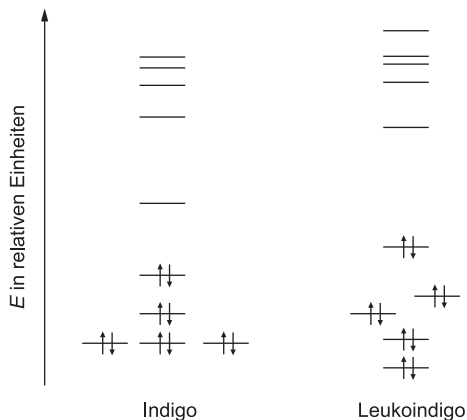

Abb. 4: Ausschnitte aus den MO-Schemata von Indigo und Leukoindigo
- 2 Interpretieren Sie die Absorptionsspektren von Indigo und Leukoindigo (Abb. 3). Beurteilen Sie, ob sich die beiden MO-Schemata (Abb. 4) mit den Absorptionsspektren decken. (M 1) 8
Zur Erklärung der Farbunterschiede von Indigo und Leukoindigo können folgende Molekülorbital-Schemata (Abb. 4) herangezogen werden.
Durch die Absorption von Licht wird ein Elektron aus dem höchsten besetzten Molekülorbital (= HOMO) angeregt, in das energetisch nächsthöher liegende freie Molekülorbital (LUMO) zu springen. Erfolgt diese Anregung durch elektromagnetische Wellen mit einer Wellenlänge im sichtbaren Bereich, erscheint der Stoff farbig. Der energetische Abstand zwischen HOMO und LUMO ist gemäß Abb. 4 bei Leukoindigo wesentlich größer als bei Indigo.